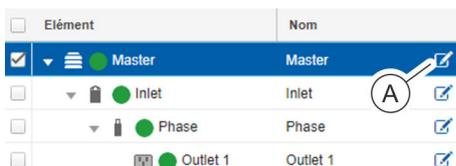

Fig. 98 : Sélection d'un élément
1. ➔ Dans la colonne « Nom », cliquer sur le crayon à côté de l'élément souhaité (Fig. 98 /Ⓐ).